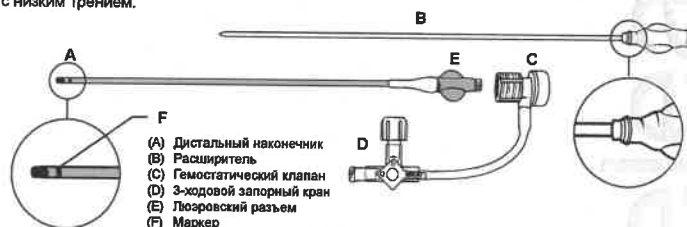
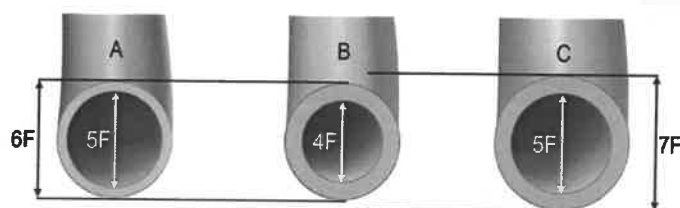

Рисунок 1
Рисунок 2. Тонкостенная конструкция (A) катетера HALO ONE™ 5F в сравнении со стандартными катетерами 4F (B) и 5F (C)
Тонкостенный проводниковый катетер HALO ONE™ состоит из тонкостенного катетера (снижение наружного диаметра на величину до 1F по сравнению со стандартными катетерами эквивалентного французского калибра), выполненного из однопросветной трубки с оплеткой, люэровского разъема с внутренним конусом на проксимальном конце и отформованного нетравматического дистального кончика (A) (рис. 1). Тонкостенная конструкция уменьшает толщину стенки катетера для облегчения внутрисосудистого доступа, включая, среди прочих, лучевой, бедренный, подколенный, тиббиальный и стопный доступ (рис. 2).